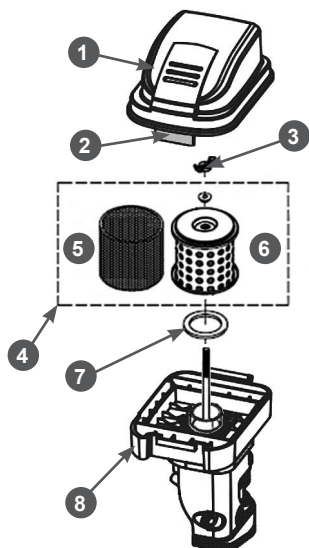

Рис. 21. Обслуживание воздушного фильтра
1. Отогните фиксаторы 2 крышки воздушного фильтра и снимите крышку 1 воздушного фильтра (Рис. 21).
2. Открутите барашковую гайку 3 и снимите воздушный фильтр 4 (Рис. 21).
3. Проверьте целостность и чистоту фильтрующих элементов. Предварительный (поролоновый) фильтрующий элемент 5 установлен на корпусе основного (бумажного) фильтрующего элемента 6 (Рис. 21).
Основной (бумажный) фильтрующий элемент 6 (Рис. 21) не подлежит очистке, необходима его замена. Не продувайте бумажный фильтрующий элемент сжатым воздухом, не промывайте его в бензине и других растворителях.
5. Произведите очистку крышки 2 и корпуса 8 воздушного фильтра (Рис. 21), не допуская попадания пыли и грязи в воздуховод, ведущий к карбюратору.
7. Перед установкой воздушного фильтра убедитесь, что уплотнительное кольцо 7 воздушного фильтра находится на месте и не имеет повреждений (Рис. 21).